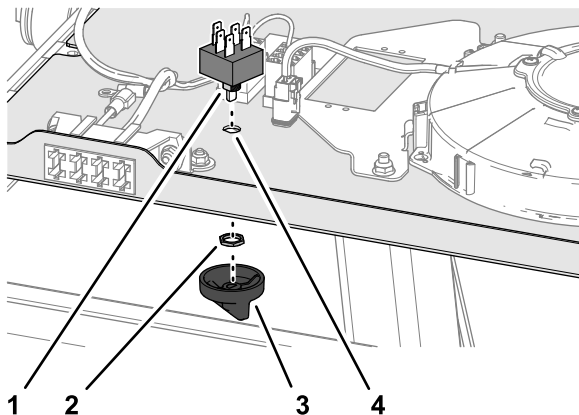

Figure 5
- Alignez le méplat de la tige extérieure de l'arbre de la commande de ventilateur et le trou en D du panneau de commande (Figure 5).
- Insérez l'arbre de la commande de ventilateur dans le trou du panneau et fixez-le avec l'écrou de blocage (Figure 5).
- Alignez le trou en D du bouton et le méplat de la tige intérieure de l'arbre de la commande de ventilateur (Figure 5).
- Poussez le bouton sur la commande jusqu'à ce qu'il soit complètement engagé (Figure 5).